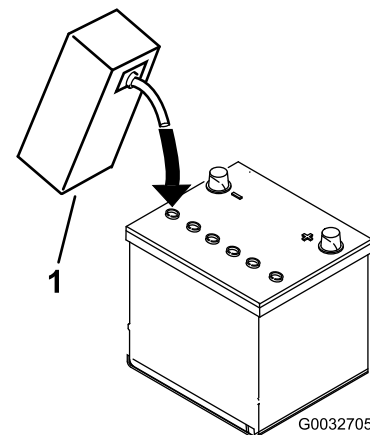

Figure 6
- Versez de l'électrolyte avec précaution dans chaque élément jusqu'à ce que les plaques soient recouvertes d'environ 6 mm de liquide (Figure 6).
- Attendez environ 20 à 30 minutes pour donner le temps aux plaques de s'imprégner d'électrolyte. Faites l'appoint au besoin pour faire monter le niveau de liquide à environ 6 mm en dessous du creux de remplissage (Figure 6).